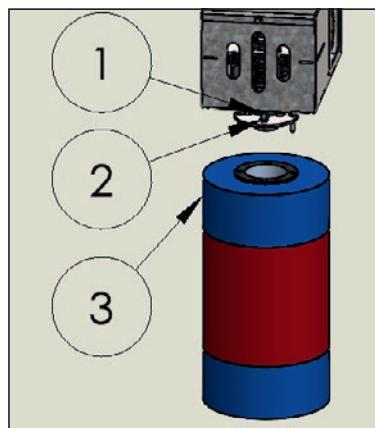

Abbildung 4: Montage Bürste mit Antriebseinheit
2. Bürste mit den vier Schrauben (Abb.4 Pos.1), Scheiben (Abb.4 Pos.2) an der Antriebseinheit befestigen.